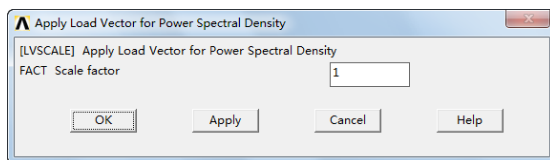
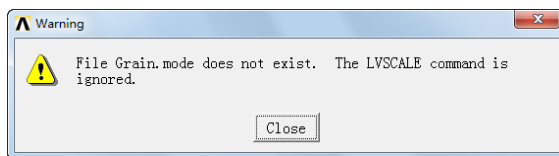

图 13-56 “Apply Load Vector for Power Spectral Density”对话框
图 13-57 警告提示框
⑦ 设定载荷比例因子: Main Menu > Solution > Define Loads > Apply > Load Vector > For PSD, 弹出“Apply Load Vector for Power Spectral Density”对话框, 如图 13-56 所示, 在“FACT Scale factor”后面输入 1, 单击“OK”按钮。弹出警告提示框, 如图 13-57 所示, 单击“Close”按钮。